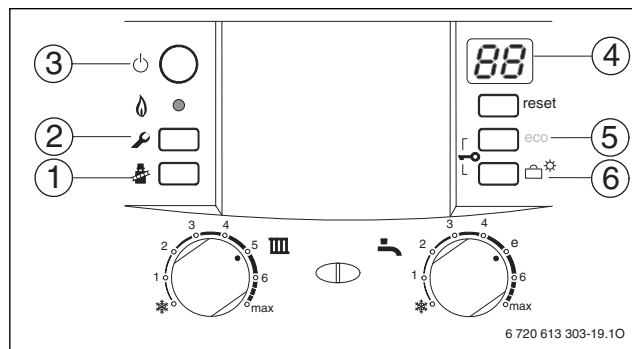

Рис. 42 Обзор элементов управления
- ▶ Нажимать кнопку (5) или кнопку (6) (→ рисунок 42) до тех пор, пока не будет отображена необходимая сервисная функция.
- ▶ Одновременно нажимать кнопки (5) и (6) (→ рисунок 42) в течение 3 секунд (на дисплее будет отображено) до тех пор, пока на дисплее снова не отобразится комбинация цифра.буква, напр. 8.A.
- ▶ Нажимать кнопку (5) или кнопку (6) (→ рисунок 42) до тех пор, пока не будет отображён необходимый параметр сервисной функции.
- ▶ Одновременно нажимать кнопки (5) и (6) (→ рисунок 42, страница 28) в течение 3 секунд (на дисплее будет отображено ) до тех пор, пока на дисплее не отобразится функция первого уровня, напр., 1.A.
- ▶ Отвинтить пробку на измерительном патрубке для измерения давления перед форсункой (3) (→ стр. 34) и подсоединить U-образный манометр.
- ▶ Нажимать кнопку (5) или кнопку (6) (→ рисунок 42, страница 28) до тех пор, пока не будет отображено необходимое давление перед форсункой.